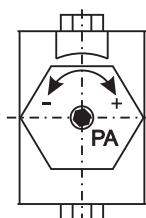

Рисунок 5
- Регулировочным винтом "PA" на торце доводчика (рисунок 5), используя таблицу 1, отрегулируйте мощность пружины.
2. Регулировочным винтом "PA" на торце доводчика (рисунок 5), используя таблицу 1, отрегулируйте мощность пружины.